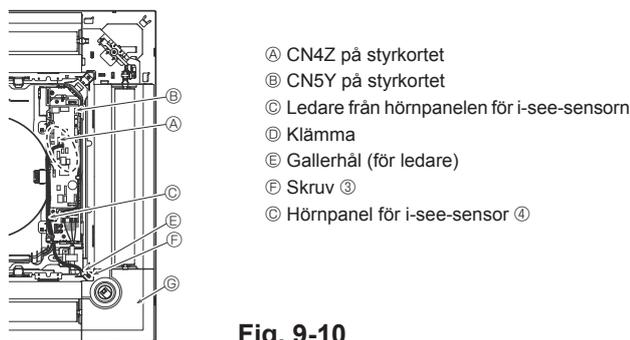

Fig. 9-10
9.4.6. Installation av hörnpanel för i-see-sensor (Fig. 9-10)